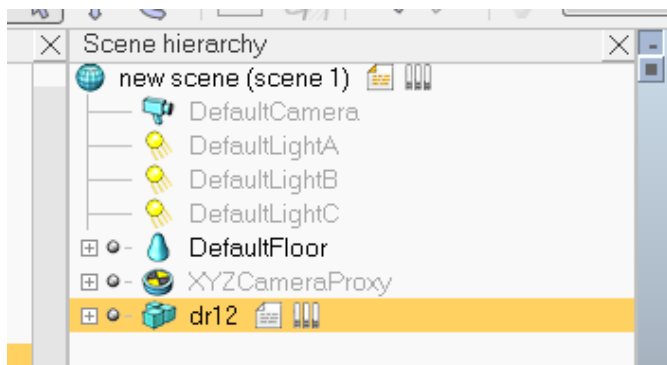

Рисунок 8 – Модель робота в иерархии сцены
7. Выбрать модель робота в иерархии сцены (рисунок 8).